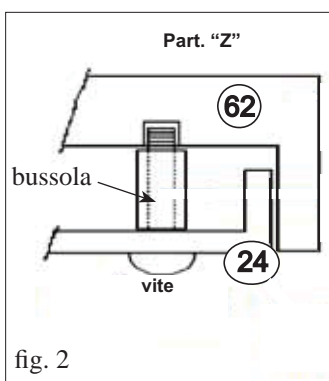

fig. 2
Per un corretto montaggio del frontalino anteriore superiore (62) è necessario interporre fra di esso e il frontalino (24) la bussola fornita in dotazione, come indicato nel particolare "Z" a fig. 2.